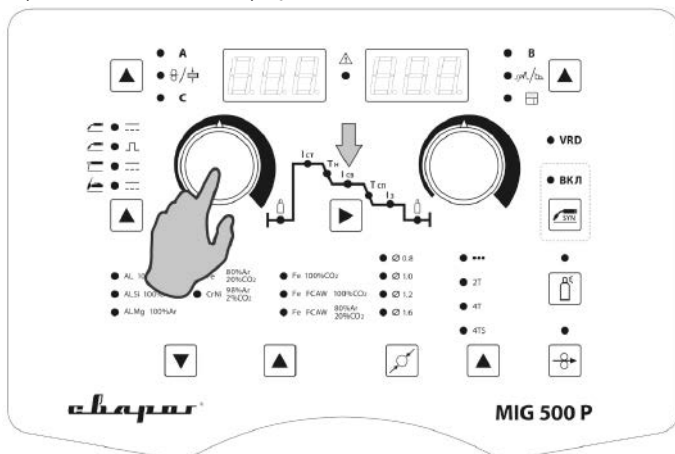

Рис. 10.1.2. Регулятор силы сварочного тока.
2. Выставьте необходимое значение силы тока (см. рис. 10.1.2). Выберите параметр на циклограмме I_{св} (см. рис. 7.2.1, поз.4) кнопкой (см. рис. 7.2.1, поз. 8) и регулятором (см. табл. 7.0.2, поз. 2) выберите в зависимости от толщины свариваемого металла и диаметра покрытого электрода (см. табл. 11.7.1, 11.7.2) нужное значение силы тока.